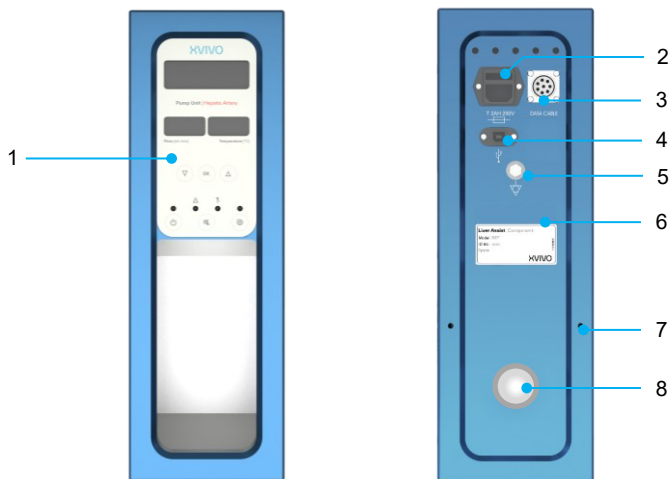
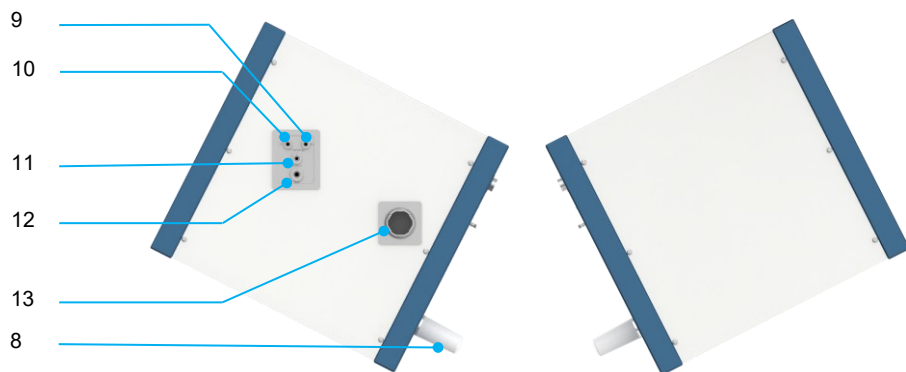

Figura 2 Vista anterior y posterior de las Unidades de bombeo
Figura 3 Vista lateral derecha e izquierda de las Unidades de bombeo
El Liver Assist contiene dos Unidades de bombeo independientes, (Figura 2 y Figura 3. Una Unidad de bombeo para la perfusión de la vena porta (PV) y la otra para la perfusión de la arteria hepática (HA). La bomba de vena porta (Figura 1, Unidad derecha) funciona en modo continuo, con una presión que puede variar de 0 a 16 mmHg según el ajuste elegido. En